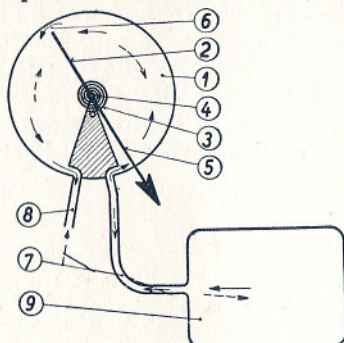

Abb. 28b. Der Steigemesser (Horn V 7).
folgendermaßen eingerichtet (Abb. 28b): In der Instrumentenkammer (1) befindet sich die Stauscheibe (2), an der Achse (4) mit Feder (3) befestigt. An der Stauscheibe befindet sich noch der Zeiger (5). Zwischen Stauscheibe und Kammerwand ist der sehr kleine Luftspalt (6) frei. Aus der Kammer heraus führen, durch eine Wand getrennt, zwei Öffnungen (7 und 8). Die Öffnung 7 führt in das Temperaturlausgleichsgefäß (9), die Öffnung 8 zur Außenluft.